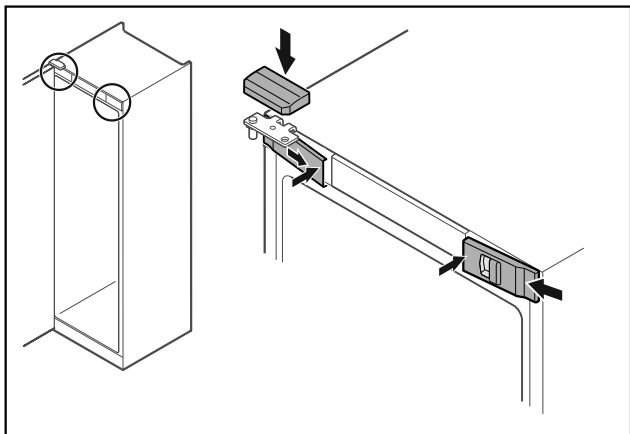

Fig. 52
- ▶ Acroșați apărătorile frontale Fig. 52 (1) lateral și fixați-le în poziție la interior.
- ▶ Fixați în poziție apărătoarea superioară Fig. 52 (2) de sus.